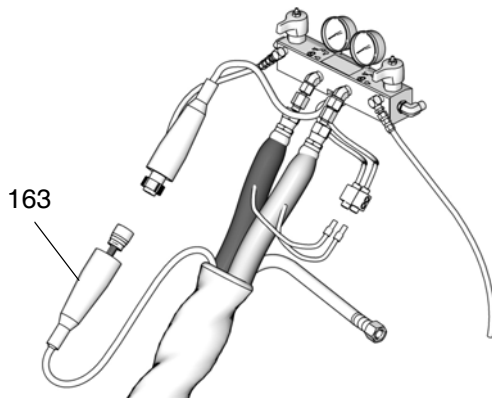

**FIG. 71: Caja de conexiones eléctricas de la manguera calentada**
2. Retire la tapa (71). Consulte FIG. 71.
3. Desconecte los cables del sistema (139) del dosificador.
4. Desconecte los cables de la manguera del bloque de terminales (AS).